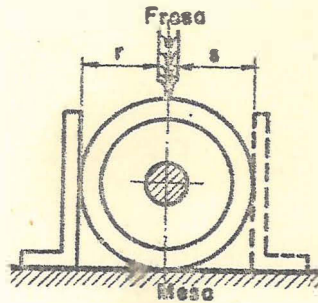

Fig. 3
- Se coloca alternativamente una escuadra, tangente a los bordes derecho e izquierdo del piñón (Fig. 3) se desplaza la mesa hasta que se obtenga la distancia r igual a s .